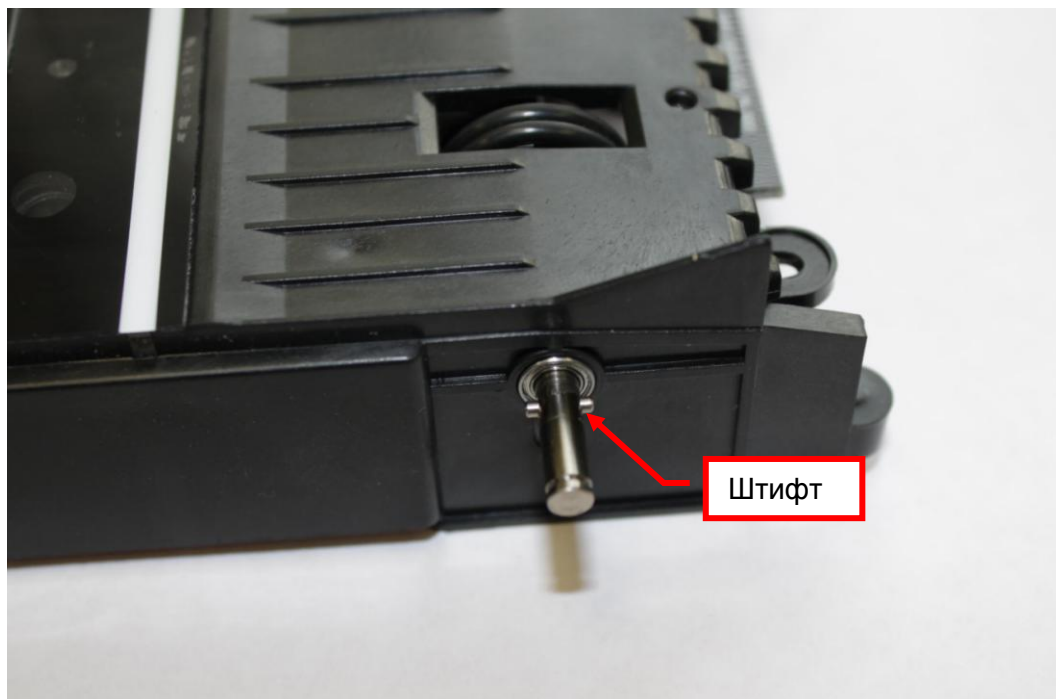

Рис. 8.36
8.15.6 Снимите, с помощью пинцета, штифт ЕВКМ.D230M1.01.00.016-01 (см. рис.8.36). Снимите подшипники. Снимите ось переднюю с роликами.